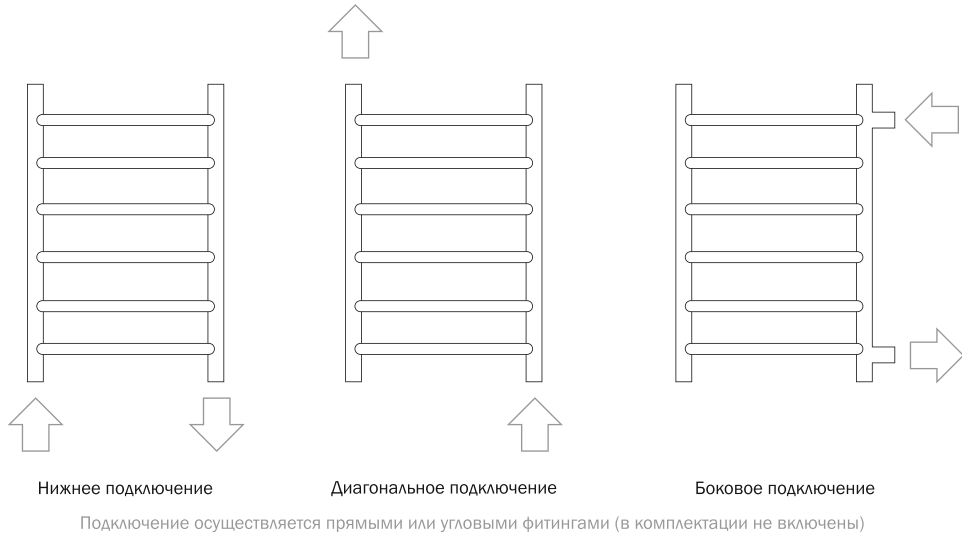

Рис.1
- Подключение полотенцесушителя осуществляется согласно схемам (рис.1).
- Монтаж полотенцесушителя должен производиться согласно представленной схеме. (Рис.1)